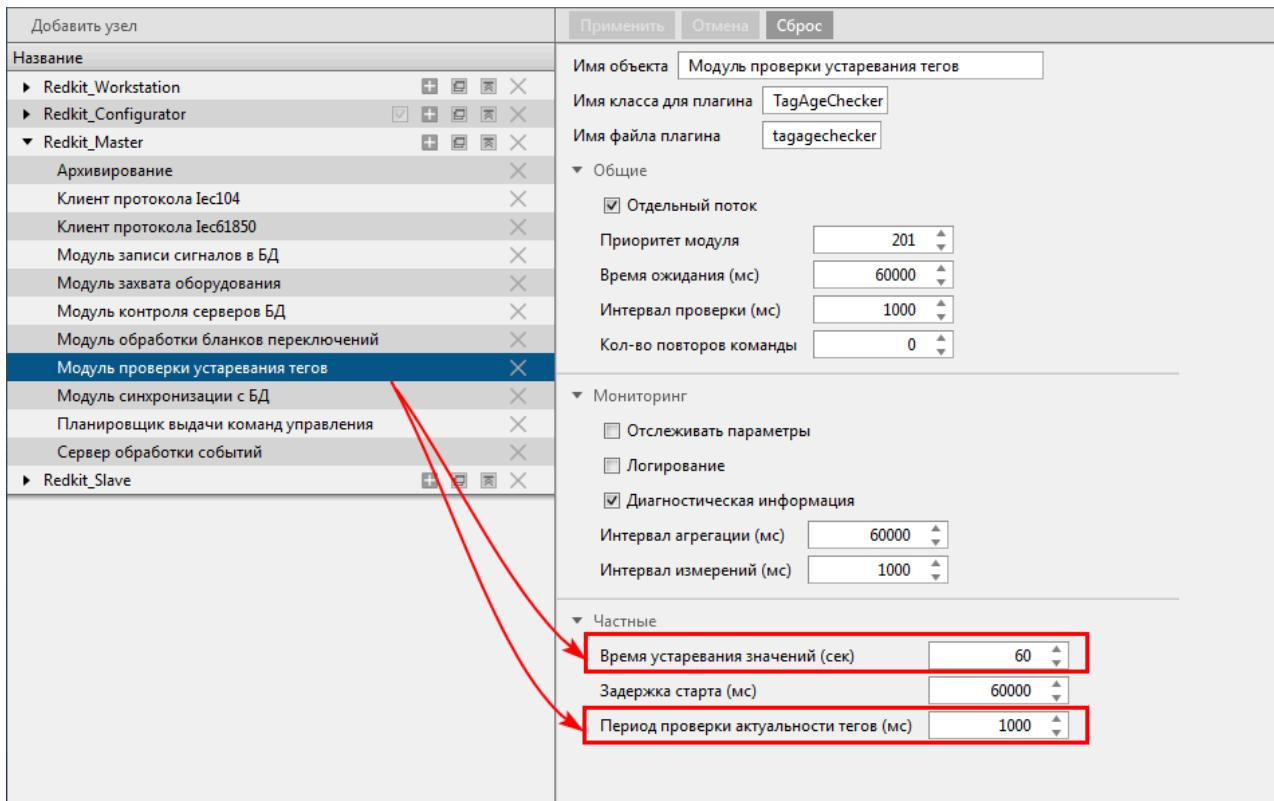

Рисунок 81 - Настройки модуля проверки устаревания тегов
2. В настройках модуля **Модуль проверки устаревания тегов** измените **Период проверки актуальности тегов (мс)** и **Время устаревания значений (с)** на необходимые (Рисунок 81).